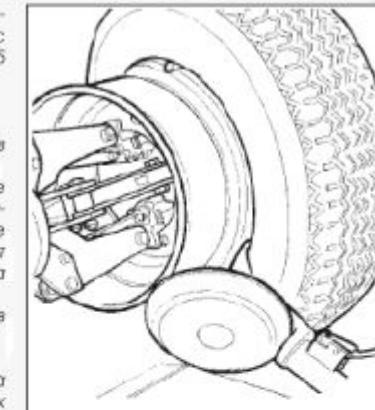

Рисунок 25
- 8) Передвигайте рычаг вперед, пока красная точка не окажется на одной линии с внешней кромкой обода на расстоянии 5 мм от него (см. рис.25).